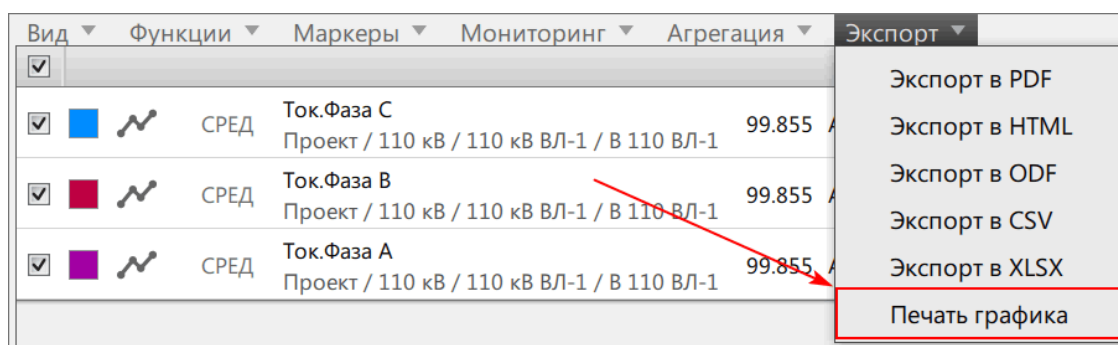

Рисунок 82 - Печать графика
2. Нажмите **Экспорт** → **Печать графика** (Рисунок 82).